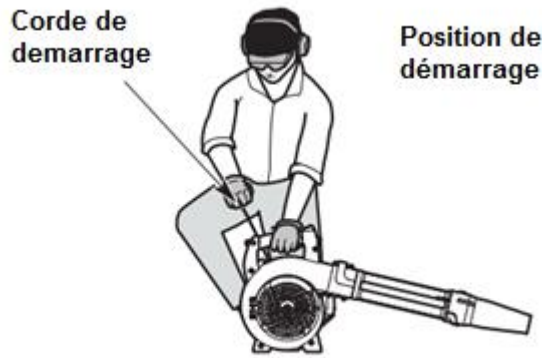

Fig. 7
Évitez de démarrer accidentellement l'appareil. Pour éviter des blessures graves, l'opérateur et l'unité doivent être dans une position stable lorsqu'ils tirent sur la corde de démarrage (Fig. 7).
- f) N'appuyez pas sur la commande des gaz. Mettez-vous en position de départ (Fig. 7).
- g) N'appuyez pas sur la commande des gaz. Tirez sur la corde du démarreur avec un mouvement contrôlé et régulier 3 à 5 fois pour démarrer le moteur (Fig. 7).